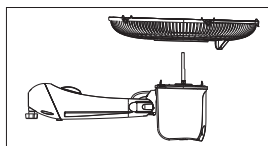

Figura 02
3. Encaixar a grade traseira posicionando-a através das travas do motor conforme a **figura 02**.